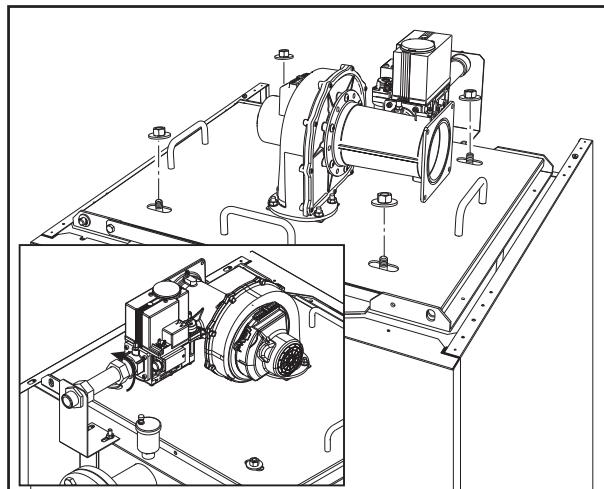

fig. 43
3. Extraer las cuatro tuercas y arandelas (fig. 43).
4. Desenroscar la conexión del gas (recuadro de la (fig. 43).
- Apretar correctamente las cuatro tuercas (fig. 43).